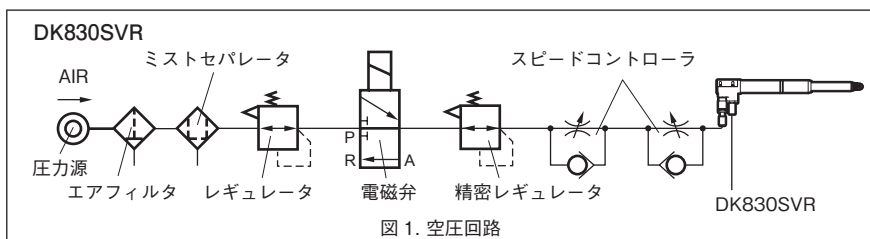

図 1. 空圧回路
- ・ エアー取付口を通じて、測定子操作をする場合には、図 1 のような構成の空圧回路を用いますと、エアー駆動が可能となります。空気の圧力は、 0.1 ± 0.01 MPa 程度が適当ですが、被測定物の硬度、測長ユニットストローク内のどこで測定するかなどで、圧力コントロールの調整が必要です。圧力のコントロールには、精密レギュレータ (例：SMC 製 IR2010 相当) を使用してください。
- ・ スピンドルの押し出し速度が速い場合、ワークに触れた瞬間に表示がエラーになることがあります。また過度の衝撃により、ベアリング内部のボール保持器がずれ、測定長が減少することがあります。この場合は、図 1 のようにスピードコントローラにてスピンドルの速度調整をしてください。